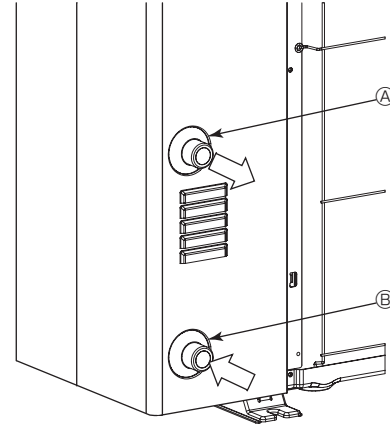

Fig. 5-1
### 5.1. Su borusu bağlantısı (Fig. 5-1)
- Giriş ve çıkış borularının konumları Fig. 5-1'de gösterilmiştir.
[Fig. 5-1]